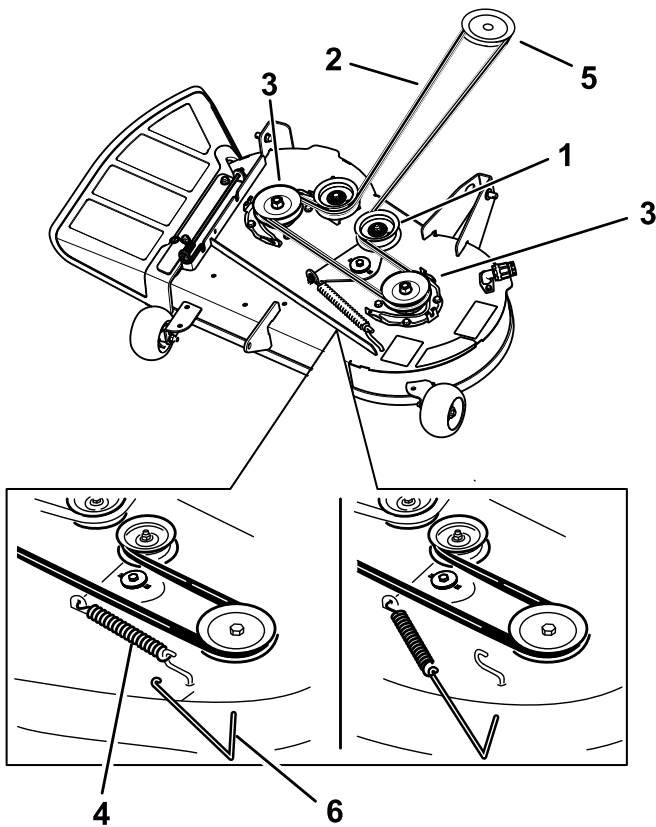

Figura 59
5. Usando una herramienta para la retirada de muelles (Pieza Toro N° 92-5771), retire el muelle tensor del gancho de la carcasa para eliminar la tensión de la polea tensora, y retire la correa de las poleas (Figura 59).
6. Pase la correa nueva alrededor de las poleas del motor y del cortacésped (Figura 59).
7. Usando una herramienta para la retirada de muelles (Pieza Toro N.º 92-5771), instale el muelle tensor sobre el gancho de la carcasa y tense la polea tensora y la correa (Figura 59).